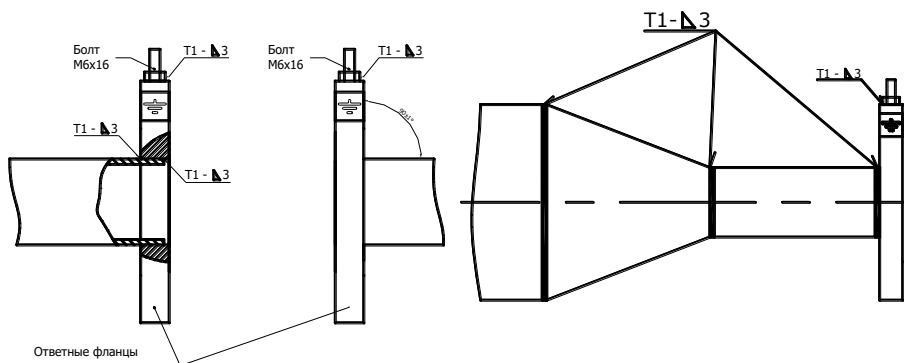

Рис.6
4.3.5 К прямолинейным участкам трубопровода приварить фланцы в соответствии с ГОСТ 12820-80, при этом угол между осью трубопровода и плоскостью фланца должен быть $90 \pm 1^\circ$. Фланцы следует приваривать таким образом, чтобы после установки ППР ось электродов ППР лежала в горизонтальной плоскости (допустимое отклонение от линии горизонта $\pm 10^\circ$). При монтаже ответных фланцев необходимо приварить болт заземления к верхней части монтируемого фланца (см. рис. 6).
ВНИМАНИЕ!!! На датчики расхода, монтаж которых выполнен с нарушением требований ГОСТ 12820-80 (соединение труба-фланец), гарантийные обязательства не распространяются (см. Рис. 6а).
Рис.6а